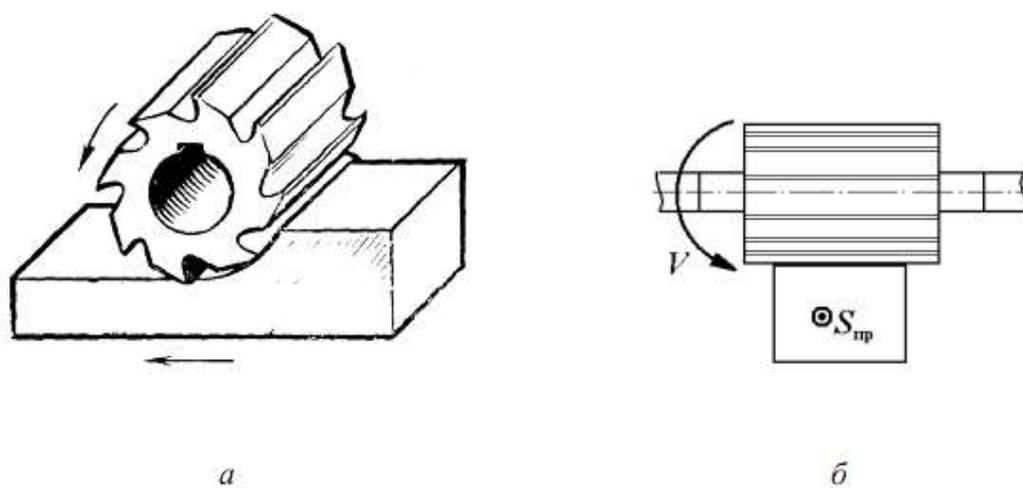
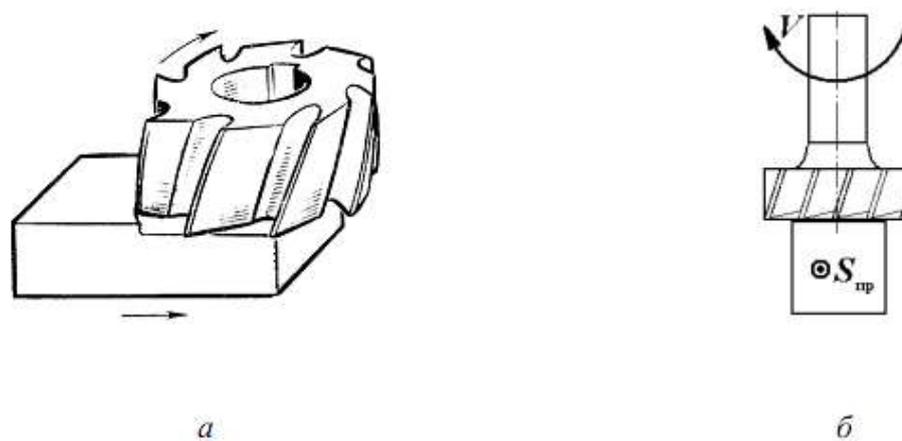

Рис. 9.3. Обработка плоскостей цилиндрической фрезой
Рис. 9.4. Обработка плоскостей торцевой фрезой
1) цилиндрические (рис. 9.3) и торцевые (рис. 9.4) используются для обработки плоскостей;